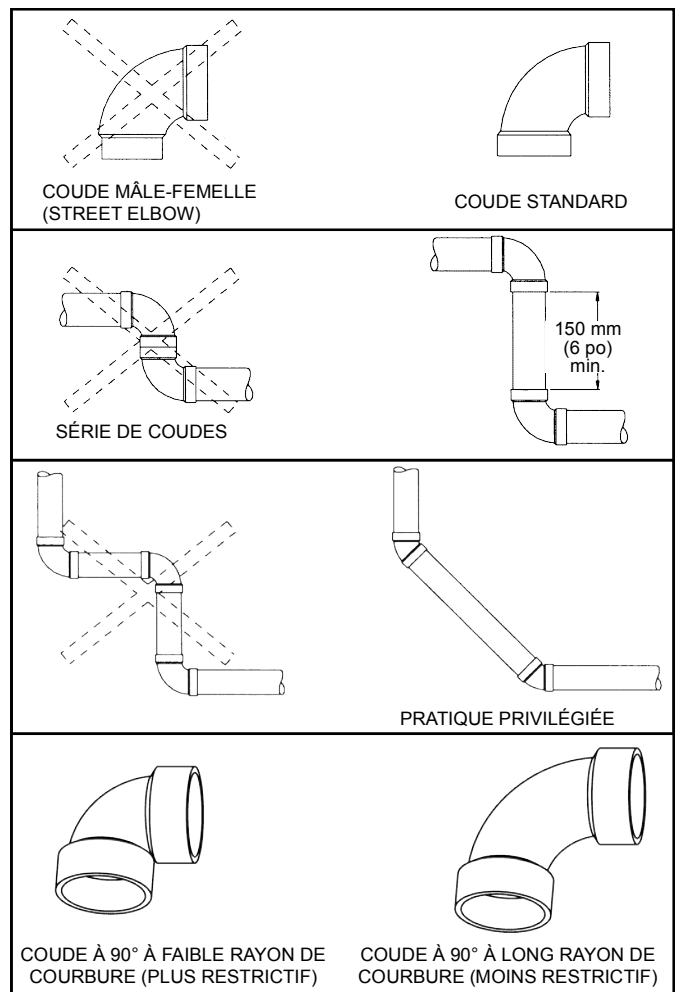

Figure 25.
Note: les renseignements de la Figure 25 sont fournis à titre indicatif. Bien qu'ils cherchent à illustrer les meilleures pratiques en matière de ventilation, ils n'ont pas priorité sur les exigences du **“Code d'installation du gaz naturel et du propane” B149-1**, ou de tout autre code local ou provincial.
- N'utilisez pas deux coudes à 90° "bout-à-bout"; ne pas utiliser de coudes mâle-femelle (street elbow). Il doit y avoir une section droite d'une longueur minimale de 150 mm (6 po) entre deux coudes consécutifs. Les coudes placés trop près l'un de l'autre et les coudes à faible rayon de courbure réduisent fortement la capacité d'évacuation. Figure 25 présente des exemples de raccords de conduits d'évacuation.